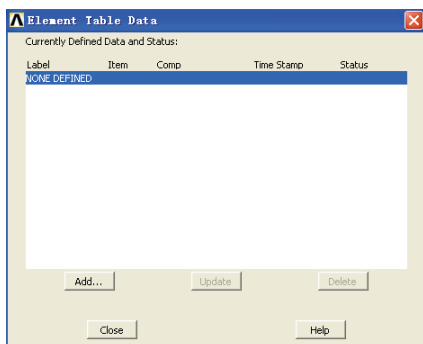
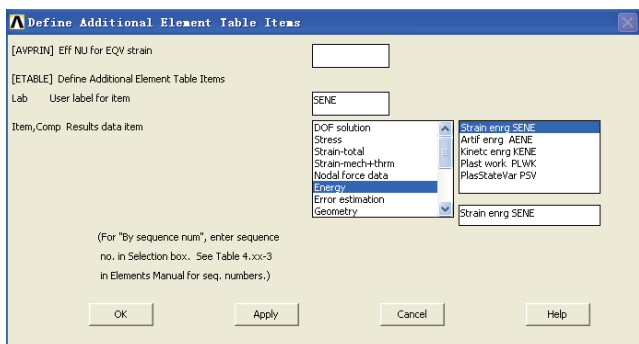

图 8-49 单元信息表对话框
图 8-50 定义单元信息表对话框
5) 选择 Main Menu | General Postproc | Element Table | Define Table 命令，出现 Element Table Data 对话框，如图 8-49 所示，单击 Add 按钮，出现 Define Additional Element Table Items 对话框，在 Lab User label for item 输入栏中输入 SENE，在 Item, Comp Results data item 列表框中选择 Energy, Strain enrg SENE，如图 8-50 所示，单击 Apply 按钮，在 Lab User label for item 输入栏中输入 VOLU，在 Item, Comp Results data item 列表框中选择 Geometry, Elem volume VOLU，单击 OK 按钮关闭该对话框。